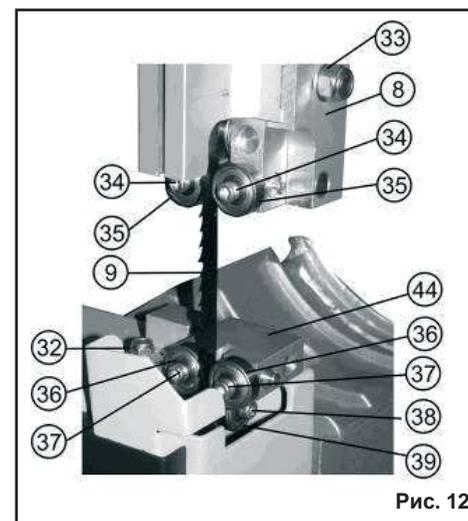

Рис. 12
11.5.1. Для выполнения качественной работы, уменьшения нагрузки на пильную ленту (9) и обеспечения техники безопасности при выполнении пиления заготовки, нижний край направляющих подшипников (35) верхней направляющей (8) необходимо установить на высоте не более 3 мм от заготовки, Рис. 12.
#### 11.6. Регулировка нижней и верхней направляющих пильной ленты (Рис. 12, 13)